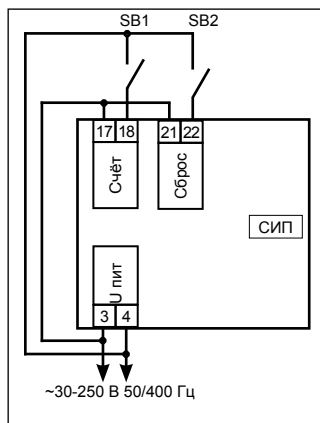

Рисунок 3. Счётчик импульсов СИП УИ. Пример упрощённого подключения.
6.3 Если необходимо обеспечить начало нового цикла работы с внешней кнопки, подключите её так, чтобы она управляла подачей напряжения на вход «Сброс» (Рисунок 3). При замыкании контактов происходит обнуление внутреннего счётчика «С начала», загрузка значения «Уставка» во внутренний счётчик «Остаток» и увеличение внутреннего счётчика «Циклы работы» на единицу.